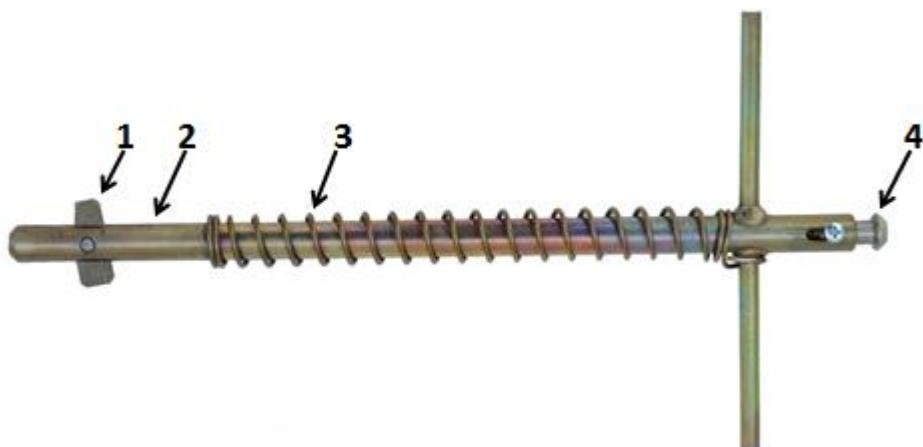

Рис. 6. Ключ крышки люка ККЛ-0:
1.6. Для сцепления частей запорного механизма подвижную гайку нижней крышки необходимо поднять выше и накрутить на винт до упора. Эта операция выполняется с помощью специального ключа типа ККЛ-0 (рис. 6).